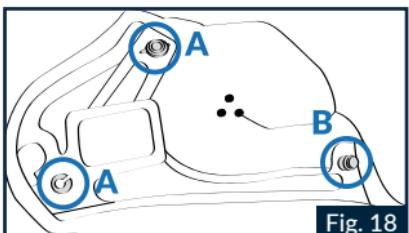

Fig. 18
2.1 Die beiden Ösen „A“ des hinteren Rahmens der Schlaufe der linken Wangenpolsterung jeweils an den beiden Druckknöpfen (oben und vorne) auf der Rückseite (Abb.18) loslösen.
5.2 Die beiden Ösen „A“ des Rahmens der hinteren Schlaufe der linken Wangenpolsterung jeweils an den beiden Druckknöpfen (oben und vorne) auf der Rückseite (Abb.18) befestigen.